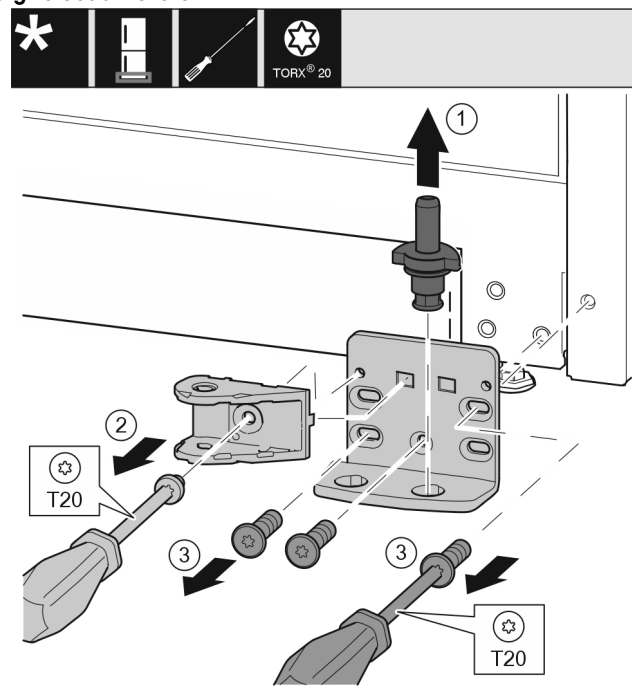

Fig. 34 *
- ▶ Tõmmake laagripolt täielikult ülespoole välja. Fig. 34 (1)*
- ▶ Keerake kruvi kruvikeerajaga T20 välja ja võtke sulgemisamortisaatori ühendus maha. Fig. 34 (2)
- ▶ Keerake kruvid kruvikeerajaga T20 välja ja võtke laagripukk maha. Fig. 34 (3)*